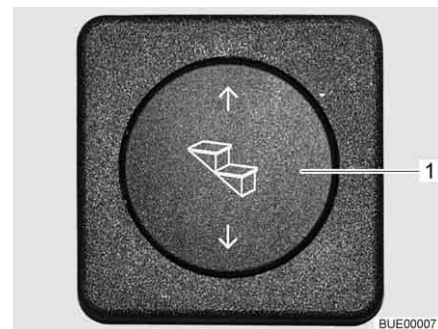

Bild 10 Manöverknapp fotsteg
- Tryck nedtill på vippknappen (Bild 10,1) och håll den intryckt (minst 3 sekunder) tills fotsteget har körts ut helt.
- Tryck upptill på vippknappen (Bild 10,1) tills fotsteget har körts in helt.